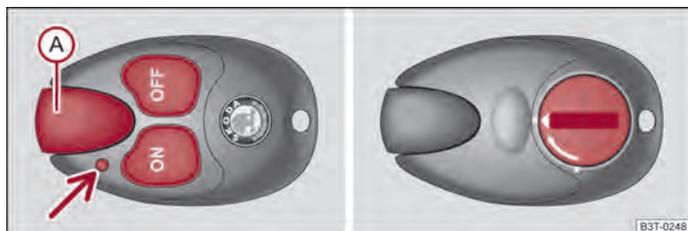

Fig. 97 Aquecimento auxiliar: Controlo remoto/parte inferior do controlo remoto com a tampa do compartimento da pilha
Com a pilha carregada, o alcance eficaz é de até 600 m. Para ligar ou desligar o aquecimento auxiliar, mantenha o controlo remoto em posição vertical, com a antena **(A)** ⇒ Fig. 97 virada para cima. Não pode tapar a antena com os dedos ou a mão. Eventuais obstáculos entre o controlo remoto e o veículo, más condições meteorológicas e uma pilha fraca podem diminuir consideravelmente o alcance.
A luz de controlo no controlo remoto ⇒ Fig. 97 indica, depois de premir o botão, se o sinal de rádio foi recebido pelo aquecimento auxiliar e se a pilha está suficientemente carregada.
Quando a luz de controlo do controlo remoto indicar que a pilha está fraca ou descarregada, ⇒ Fig. 97 deverá substituí-la. A pilha encontra-se por baixo de uma tampa, na parte de trás do controlo remoto.
- Insira um objecto plano, como, p. ex., uma moeda, na ranhura da tampa, rode-o no sentido contrário ao da seta até à marcação e destranque a tampa ⇒ Fig. 97 - à direita.